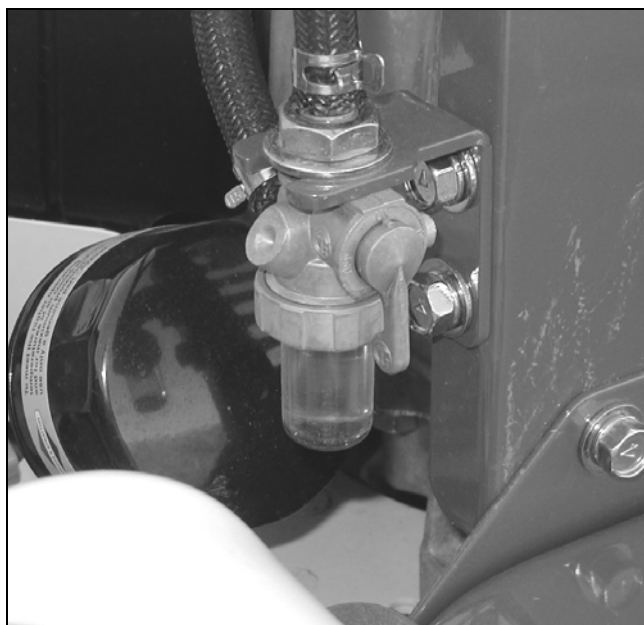

Figura 8
- La macchina è dotata di un rubinetto per il carburante. Il rubinetto è chiuso se la leva di comando è in posizione orizzontale; è aperto se la leva è in posizione verticale (Figura 8).